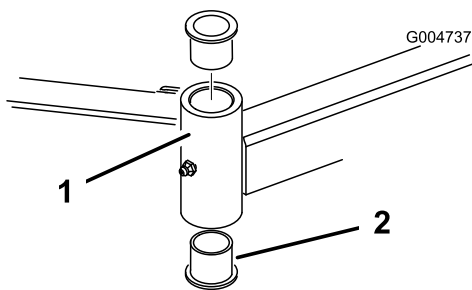

Bild 97
- Stecken Sie einen Dorn oben oder unten in das Befestigungsrohr und treiben die Büchsen heraus (Bild 97). Treiben Sie dann die andere Büchse aus dem Rohr heraus. Reinigen Sie die Innenseite der Rohre.